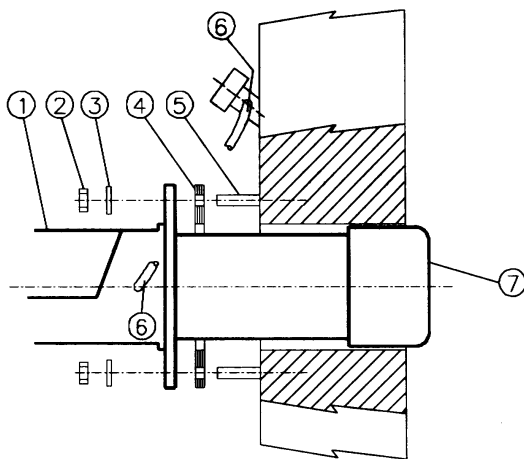

Fig. 5
- 2 avvitare i prigionieri (5) sul portellone della caldaia, secondo la dima di foratura descritta al par. "Dimensioni di ingombro";
- 8 fissarlo con i dadi ai prigionieri della caldaia secondo lo schema riportato in Fig. 5.